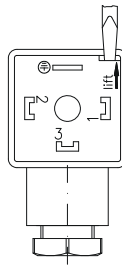

Abb. 8
- ↪ Öffnen Sie das Innenteil ⑧ der Leitungsdose ② mit einem Schraubendreher oder einem ähnlichen Werkzeug (⇒ Abb. 8).